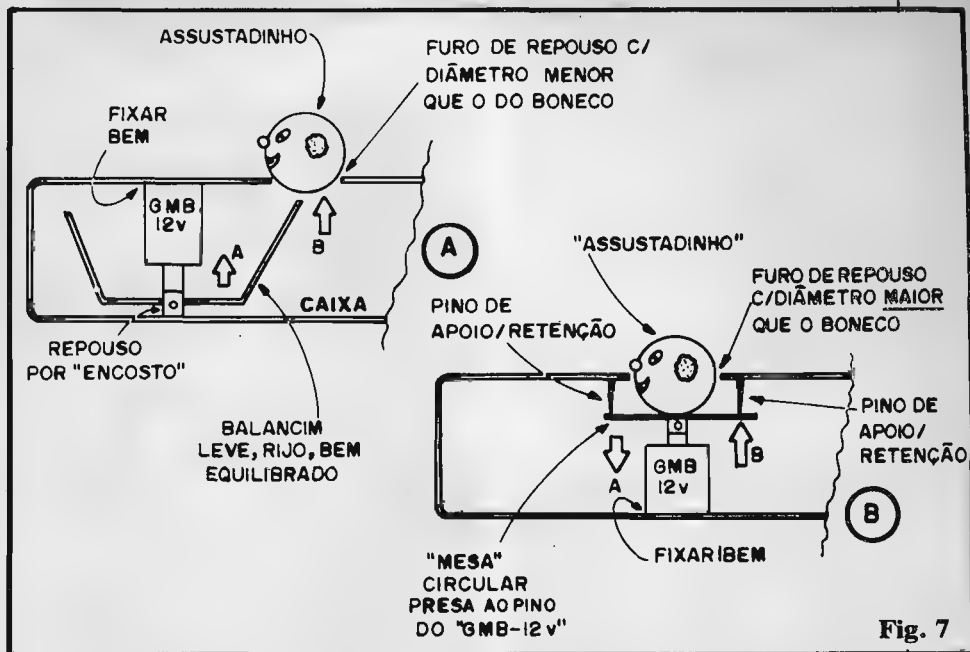

Fig. 7
- **FIG. 7-A** - Outro sistema mecânico de fácil realização, capaz de "chutar o ASSUSTADINHO" para cima, ao acionamento do solenóide. Nesse método o GMB-12V atua "de cabeça pra baixo", tendo uma espécie de balanço leve, rijo e bem equilibrado, fixado à extremidade do pino/cursor. Observe novamente o sistema de fixação e de repouso por "encosto" atribuídos ao solenóide
- **FIG. 7-B** - Mais uma sugestão (que não esgota, contudo, as possibilidades...) para implementação mecânica do conjunto. Agora o solenóide age, de forma direta, e "para cima"... Uma pequena (sempre leve e rija...) "mesa" circular é afixada perpendicularmente ao pino/cursor. Três ou quatro pinos ou parafusos podem "travar" a excursão para cima, do conjunto "mesa"/pino. Observe que, no sistema, o furo de repouso para o bonequinho deve ter um diâmetro suficiente para que o ASSUSTADINHO "entre" no dito orifício, restando sobre a pró-